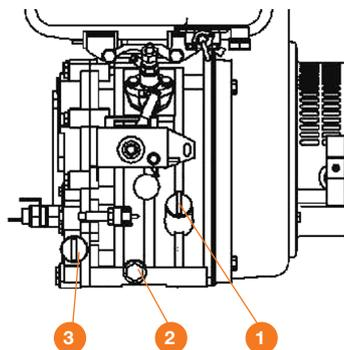

Рис. 10
- Перед заменой масла (Рис. 10) запустите двигатель генератора и дайте ему поработать без нагрузки 2-3 минуты, теплое масло сливается быстрее и полностью.
- Производите очистку масляного фильтра каждый раз при замене моторного масла (Рис. 10).